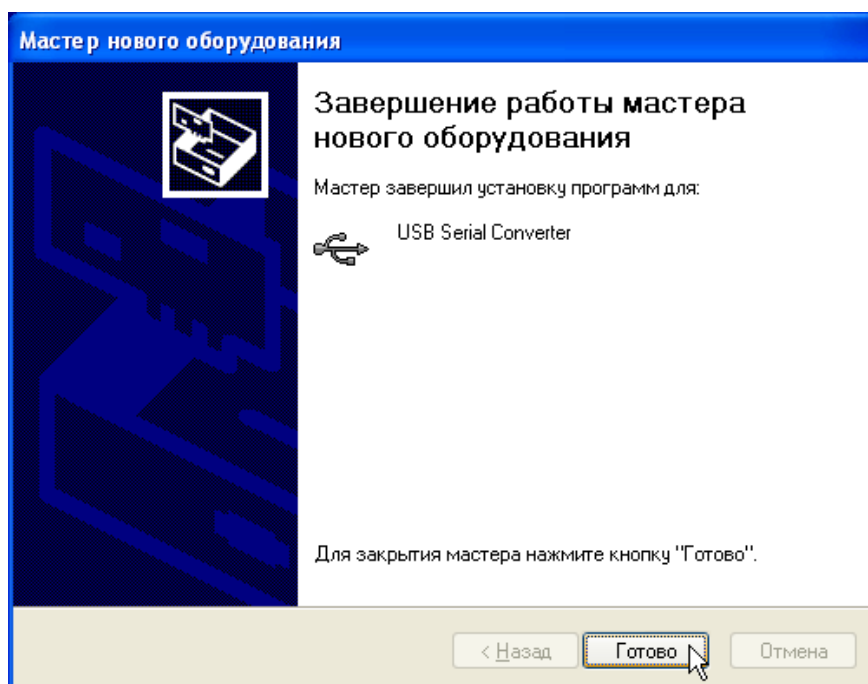

Рис. 12. Окно "Завершение работы мастера нового оборудования"
6. Нажать кнопку **"Далее"**. После установки драйвера появится окно завершения работы мастера нового оборудования (рис.12)..